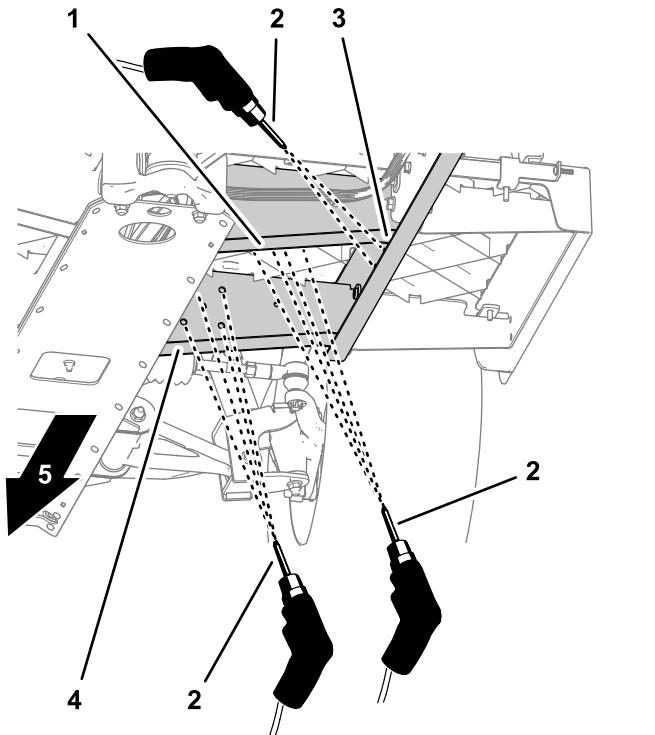

Figura 18
6. Perfore los perfiles laterales y de suelo en las marcas del punzón con una broca de 8 mm (5/16") (Figura 18).